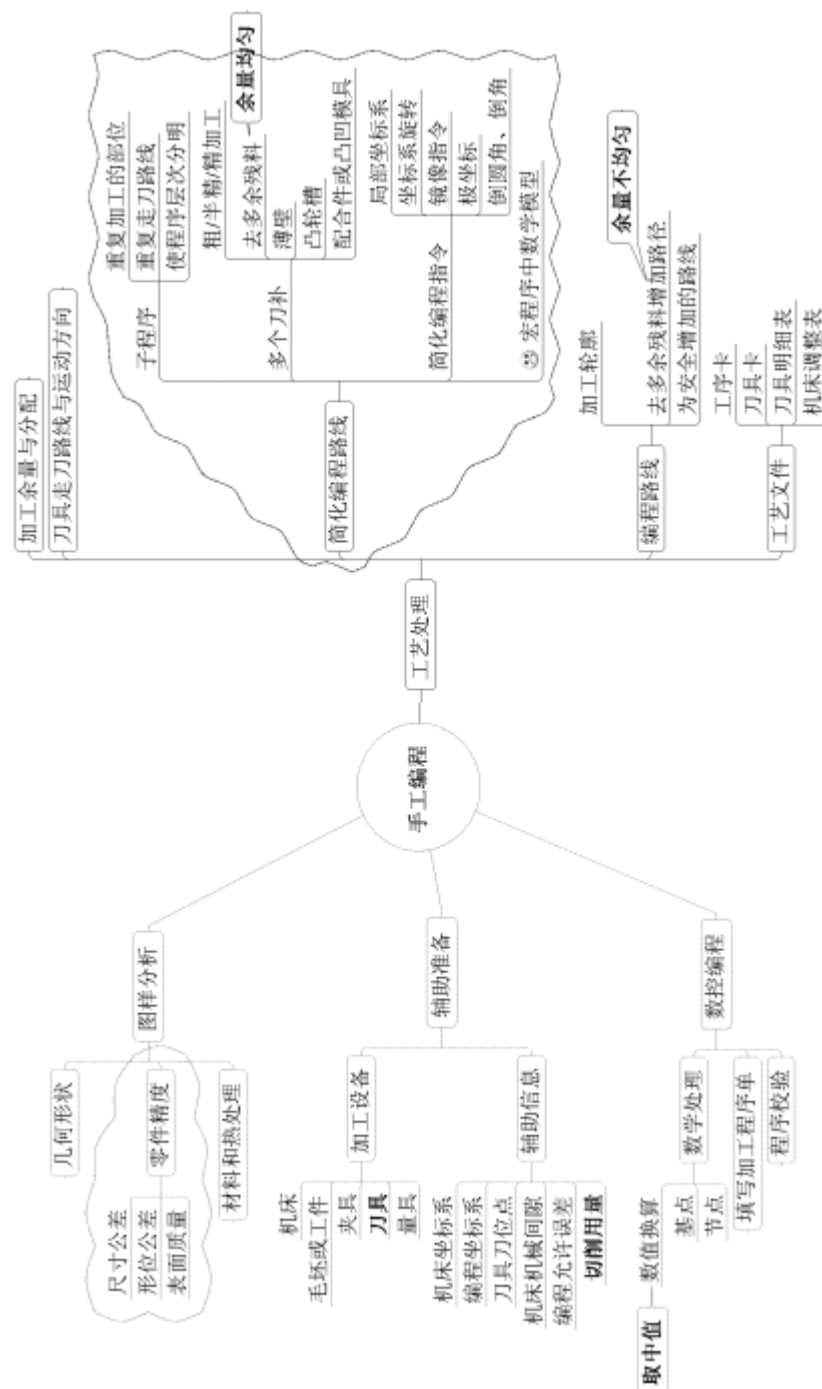
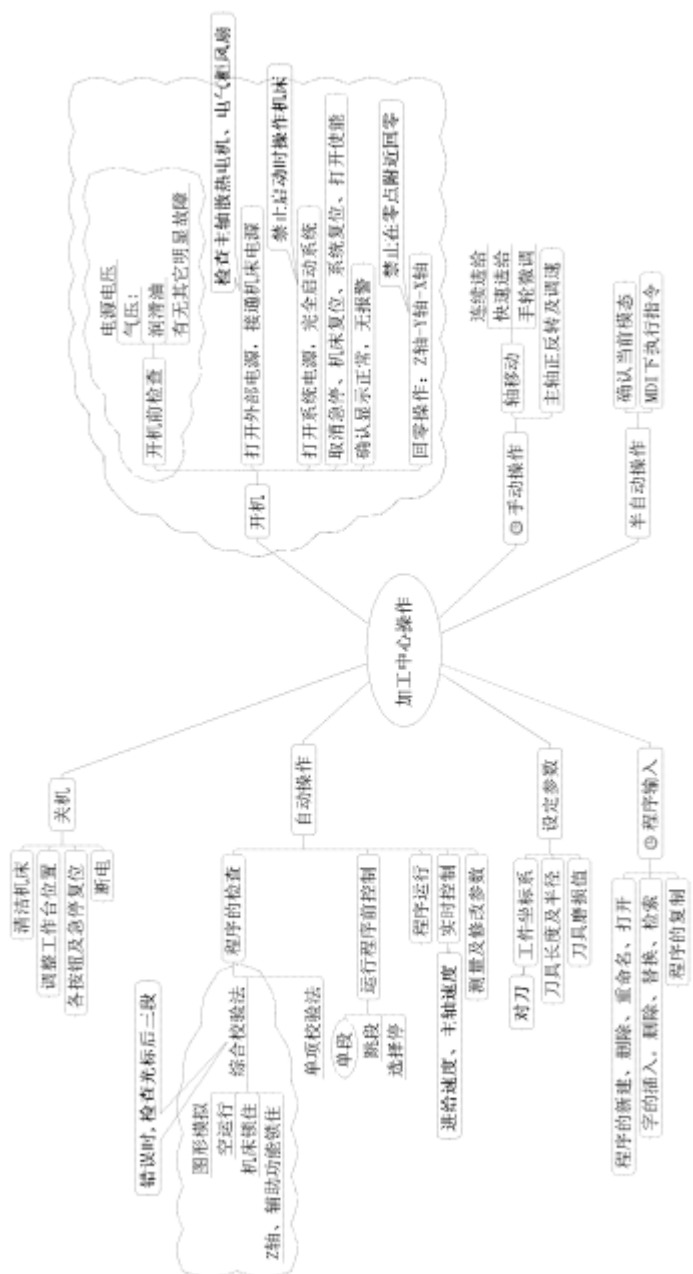

图 7: 手工编程思维导图
图 8: 数控机床的操作思维导图
<div data-bbox="210 1335 373 1370">● 互动提问</div> <div data-bbox="210 1850 438 1998">● 说明介绍说明介绍说明介绍说明介绍说明介绍</div>	<div data-bbox="560 257 979 1001"> <ul style="list-style-type: none"> ● 任意轮廓倒圆角(系统变量) ● 任意轮廓倒圆角(G10) ● Siemens 上倒角与倒圆 ● 宏程序调用基本知识 ● 宏程序调用的应用 ● 多轴加工概述 ● 四轴加工:圆柱凸轮的加工 ● 五轴加工简介 ● 综合练习 (一) ● 综合练习 (二) ● 综合练习 (三) ● 综合练习 (四) </div> <div data-bbox="512 1019 880 1299"> <p>2、 实习教学计划</p> <ul style="list-style-type: none"> ● 两面加工类零件加工 ● 薄壁配合件加工 ● 宏程序加工 ● 综合加工(钢材) </div> <div data-bbox="512 1319 847 1408"> <p>二、 手工编程复习</p> <p>如下面的思维导图 7</p> </div> <div data-bbox="512 1429 847 1518"> <p>三、 数控机床的操作</p> <p>如下面的思维导图 8</p> </div> <div data-bbox="512 1543 944 2011"> <p>四、 数控机床指令</p> <p>1、 G 指令</p> <ul style="list-style-type: none"> ● G0 G1 G2 G3 ● G17 G18 G19 ● G9 G61 G62 G63 G64 ● G4 ● G20 G21 ● G40 G41 G42 </div>
<p>● 互动提问</p>	<ul style="list-style-type: none">• 任意轮廓倒圆角(系统变量)• 任意轮廓倒圆角(G10)• Siemens 上倒角与倒圆• 宏程序调用基本知识• 宏程序调用的应用• 多轴加工概述• 四轴加工:圆柱凸轮的加工• 五轴加工简介• 综合练习(一)• 综合练习(二)• 综合练习(三)• 综合练习(四) <p>(1) 实习教学计划</p> <ul style="list-style-type: none">• 两面加工类零件加工• 薄壁配合件加工• 宏程序加工• 综合加工(钢材) <p>二、 手工编程复习</p> <p>如下面的思维导图 7</p> <p>三、 数控机床的操作</p> <p>如下面的思维导图 8</p> <p>四、 数控机床指令</p> <p>1、 G 指令</p> <ul style="list-style-type: none">• G0 G1 G2 G3• G17 G18 G19• G9 G61 G62 G63 G64• G4• G20 G21• G40 G41 G42